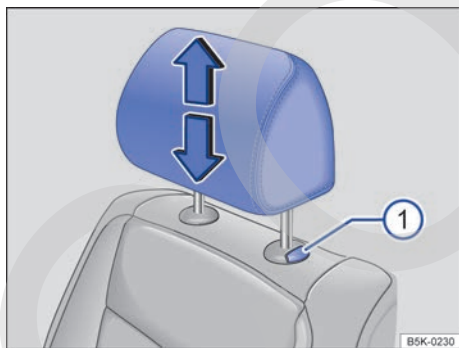
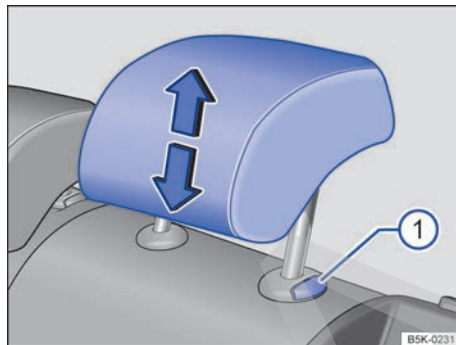

Fig. 73 Apoyacabezas delantero: ajuste.
Fig. 74 Apoyacabezas trasero: ajuste.
- Desplace el apoyacabezas hacia arriba o hacia abajo en el sentido de la flecha correspondiente; en caso necesario, presione al mismo tiempo la tecla → fig. 73 ⌚ o → fig. 74 ⌚ → ⚠ en *Introducción al tema* de la pág. 81.